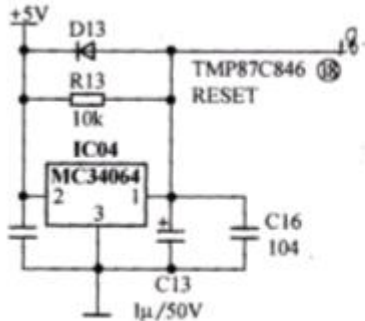

图2-6 上电复位电路
理如图 2-6 所示，5V 电源通过 MC34064 的②脚输入，二极管，在平时让单片机的(18)脚电压为高电压，在上电时，①脚便可输出一个上升沿信号，触发芯片的复位脚来调节复位延时时间。